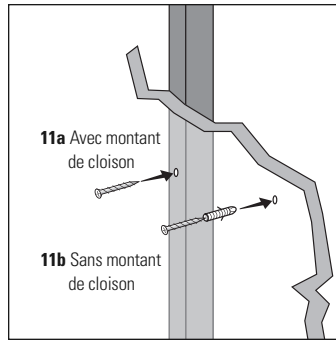

FIGURE 11a & 11b: Utilisez des vis #10 pour les montants de cloison; utilisez des vis et des écrous d'ancrage #10 s'il n'y a pas de montant.
6. Si vous êtes certain qu'il y a un montant de cloison derrière la surface du mur, enfoncez des vis no 10 (non fournies) à travers la surface du mur et dans le montant [figure 11a].